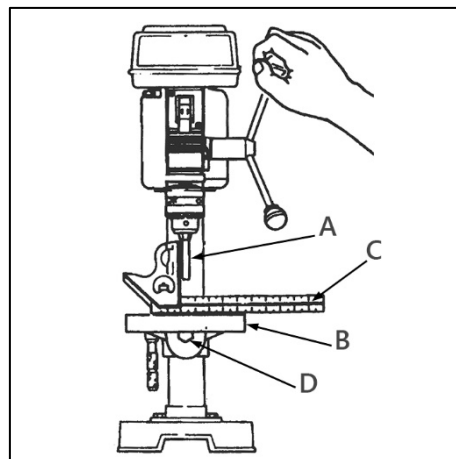

Рисунок 11.
Чтобы использовать рабочий стол в наклонном положении, ослабьте фиксирующий болт (D) (рис. 11) при помощи соответствующего ключа. Наклоните стол на желаемый угол, затяните фиксирующий болт.